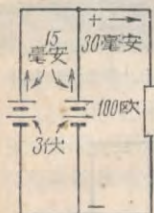

图4
3. 并串联接法 如图4, 把两个电池串联为一组, 两组电池再并联。这样并串联的结果使得电压和电量都会增加, 两个电池串联电压是3伏。例如负荷是100欧, 它的电流是(电池的內阻不算):
电池用并串联接法如图4, 每组的輸出电流可减为0.09安。